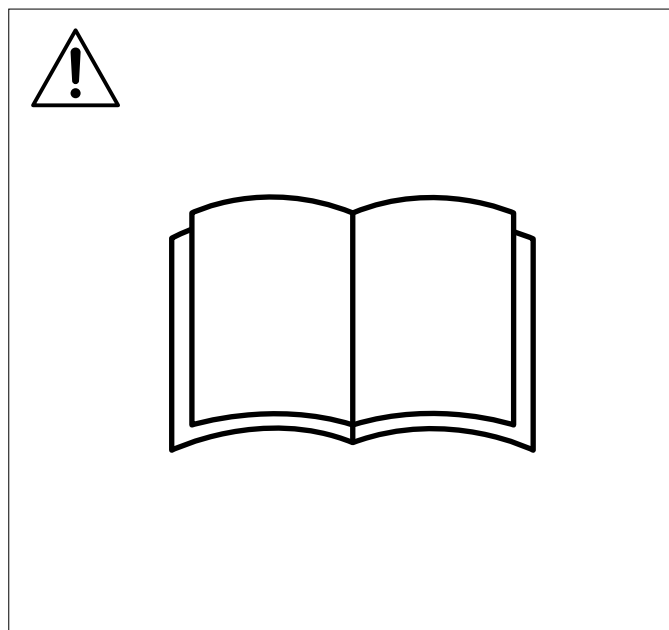

Fig.1
- b** Lea detenidamente el manual de usuario y asegúrese de que entiende las instrucciones antes de usar la máquina (Fig.1).
- b** Перед началом работы внимательно прочитайте руководство по эксплуатации и убедитесь, что понимаете приведенные здесь инструкции (Fig. 1).
- b** Prima dell'uso, leggere per intero il manuale dell'operatore e accertarsi di aver compreso le istruzioni (Fig. 1).